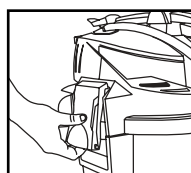

FIGURE 15
16. Vuelva a colocar la tapa del depósito. Eleve los sujetadores y colóquelos en las ranuras sobre la cubierta como se muestra en la **FIGURE 15**. Presione sobre la parte inferior de los sujetadores para trabar en su lugar.